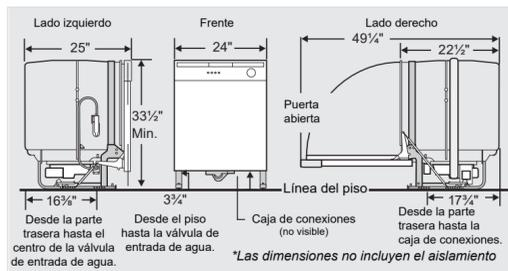

Figura 3
- Repase las dimensiones en la Figura 3 para ubicar las conexiones del sistema de drenaje, agua y eléctricas del lavavajillas.
- Tenga en cuenta la ubicación de la fuente de alimentación eléctrica y la caja de conexiones eléctricas del lavavajillas en el lado derecho de la unidad detrás del conjunto del zócalo. Véase la Figura 3.
- Ubique la conexión de suministro de agua caliente y la válvula de entrada de agua del lavavajillas. Véase la Figura 3.